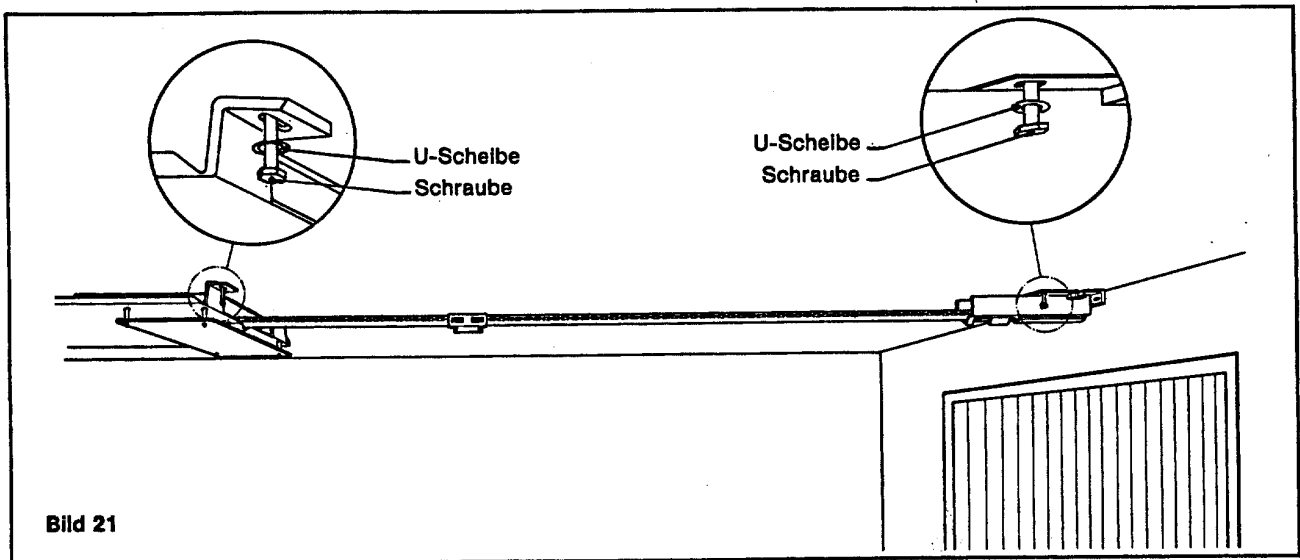

Bild 21
5.17.) Torantrieb (mit Helfer) an die Decke halten und mit 4 Schrauben + U-Scheiben (Zubehör) festschrauben (Bild 21).